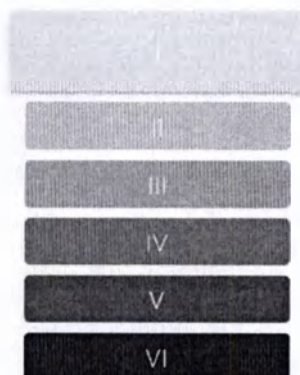

Рис. 3.96 – Выбор типа кожи пациента
3.14.2.5 Для выбора типа кожи нажмите кнопку  и выберите тип кожи, соответствующий типу кожи пациента (рис. 3.96).